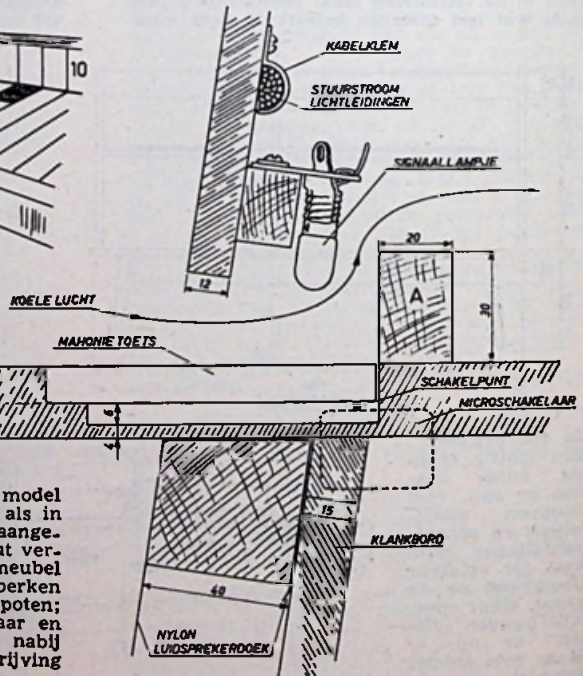

Fig. 3
staande mahonie plank laat een 25 mm hoge kier (4) vrij. De stationsnamenschaal ziet u niet. Doe geen moeite, hij is er ook niet. Wel ziet u — echter niet in fig 1 maar in fig. 3 — dat het horizontale mahonie (3) over de breedte van de kier een aantal ma'en is ingezaagd, zodat 15 toetsen zijn ontstaan, elk van 3 cm breedte. Deze toetsen liggen dus aan de bovenkant volkomen gelijk met de plank waar ze inliggen. De middelste toets is van glas en niet beweegbaar.
Intussen zal fig. 3 reeds veel hebben verduidelijkt. Het bovenste deel is ca. 1 : 2 getekend (doorsnede), het onderste in perspectief. Alles wat in moderne fabriekstoestellen wordt bediend d.m.v. druktoetsen, geschiedt hier door relais. Deze relais komen in werking door het inschakelen van stroom via mahonie toetsen en micro-schakelaar, ofwel door bediening op afstand, dus vanuit de fauteuil. Hoewel afstandbediening eigenlijk mijn ideaal is, omdat je dan eerst lekker kunt gaan zitten en pas dan op een knop drukt, waardoor de grammofoon gaat spe-
Bekijken we nu nog eens fig. 1. Kier (4) boven de toetsenrij (3) heeft nóg 'n betekenis: aanvoer van koele lucht voor het inwendige, zie ook fig. 3. Bij (2) kan eveneens verse lucht in het apparaat komen, nl achter de iepen plank (1) en over de schuinstaande mahonie plank heen, zie doorsnede fig. 1. Achter paneel (1) zitten nog vijf draaiknoppen; geheel links de sterkteregelaar, rechts de vier klankregelaars, v.l.n.r. bas — diskant. Deze regelaars zijn dus opgeborgen op de wijze als bij moderne TV ontvangers, men ziet ze niet, men kan ze wél voelen. De knoppen van de klankregelaars hebben een vlak kantje. Staat dit naar beneden, dan is de frequentiekarakteristiek „ter plaatse” zo recht mogelijk. Men kan natuurlijk ook met minder klankregelaars volstaan.
(5) is de luidsprekerkast, van voren gevormd